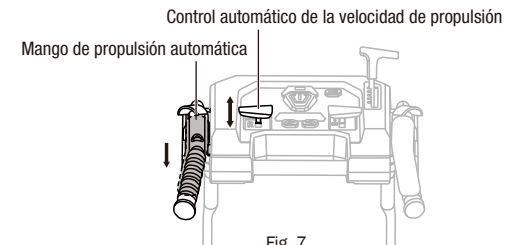

Fig. 7
1. Sin poner en marcha la rotación del sinfín, presione el asa de autopropulsión hacia el asa, y la sopladora de nieve comenzará a moverse (Fig.7).
4. Para activar la función de autopropulsión en reversa. Primero suelte el asa de autopropulsión para detener el movimiento de la sopladora, tire del asa de control de la velocidad de autopropulsión hacia la parte trasera de la sopladora de nieve y, a continuación, pulse y mantenga el asa de autopropulsión. (Fig. 7)